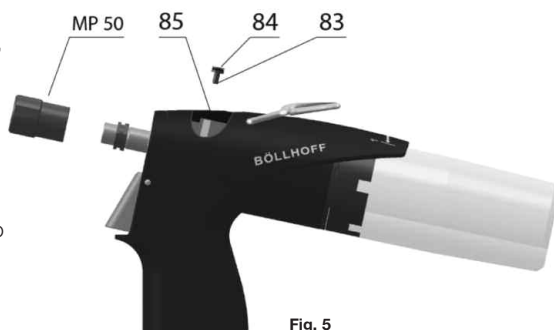

Fig. 5
- 2- Desenrosque el tornillo de purga (fig. 5 pos.85) con su junta tórica, gracias a la llave Allen n°3. No retire la junta hidráulica (fig. 5. pos 85) !
- 10- Volver a colocar el tornillo de purga (fig. 5 pos.83)